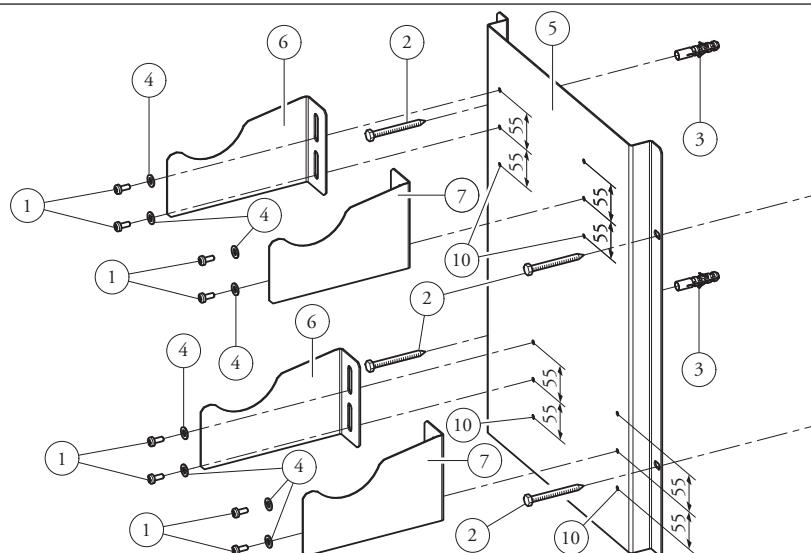

Fig. 2
**N.B.:** La lamiera di supporto (rif. 5 fig. 2) deve essere posizionata in asse con il centro della caldaia.
- Effettuare n° 4 fori Ø 12 utilizzando le misure indicate in figura 1 e figura 2 riferite alla lamiera di supporto (rif. 5 fig. 2).
- Infilare i 4 tasselli (3) nei fori.
- Fissare la lamiera di supporto (5) al muro mediante le 4 viti per tassello (2).
- Posizionare i 4 supporti collettori (2 Sx (6) e 2 Dx (7)) e fissarli alla lamiera di supporto (5) mediante le 8 viti (1) interponendo le rosette (4).